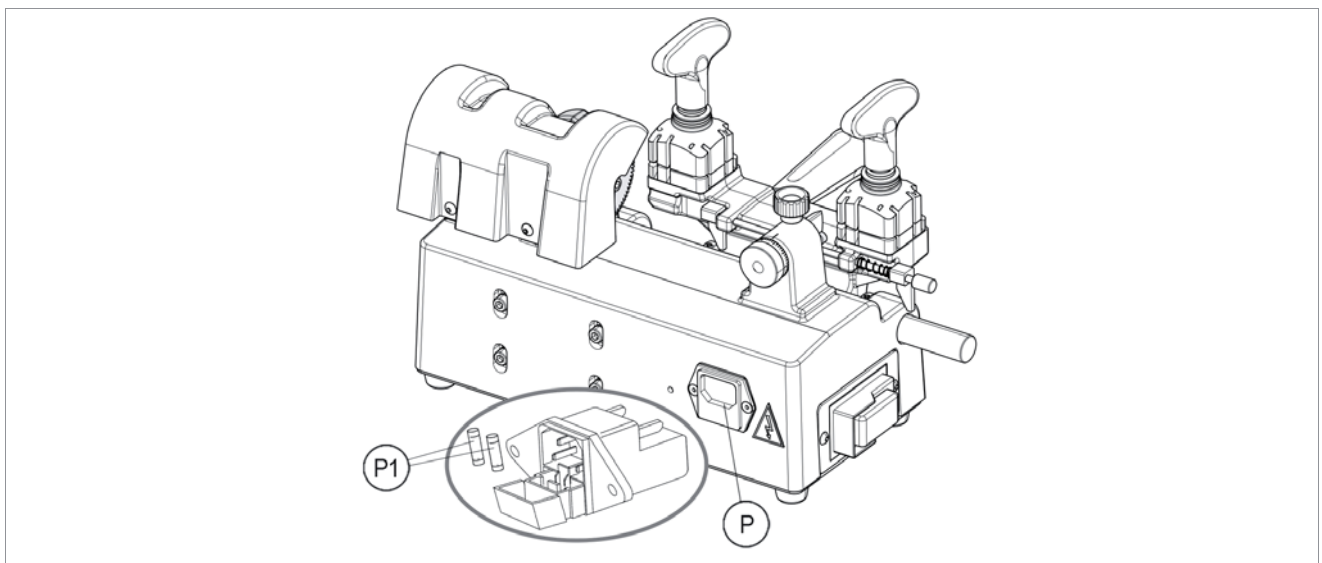

Fig. 33
- 1) Extraer y abrir la bandeja porta fusibles desde la toma de alimentación (P) (Fig. 33).